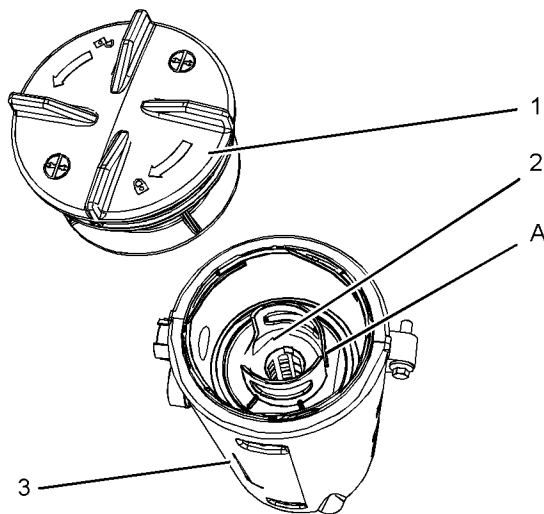

Ilustración 79
**Nota:** El corte de la sección (5) de la tapa permite el acceso a la junta.
4. Quite la junta usada (4) e instale una nueva.
5. Instale un nuevo elemento de filtro en el cuerpo del respiradero (3) y oriente el elemento de filtro de manera que la posición (A) esté alineada. Consulte la ilustración 79. Alinee la posición (A) del elemento de filtro con la posición (B) de la tapa.